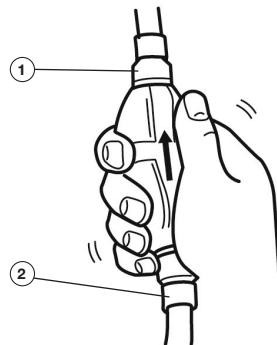

Рис. 29 Топливный насос
3. Нажимайте на топливный насос до тех пор, пока не почувствуете, что он заполнился (Рис. 29).